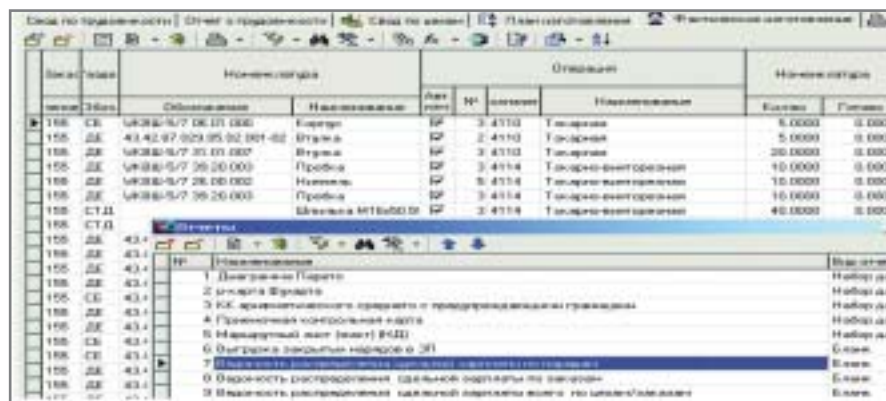

Рис. 19. Выгрузка закрытых нарядов основных рабочих из закладки Фактическое изготовление в финансово-бухгалтерский модуль "1С: Предприятие 7.7"
- Выгрузка закрытых нарядов основных рабочих (рис. 19), работающих по сдельной оплате труда, в финансово-бухгалтерский модуль "1С: Предприятие 7.7".